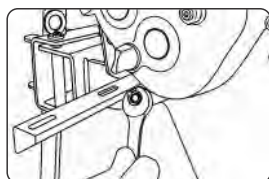

Рис.7
- Ослабьте болт крепления задних кронштейнов крыльев (рис. 7).
Затяните болт крепления задних кронштейнов крыльев (рис. 7).